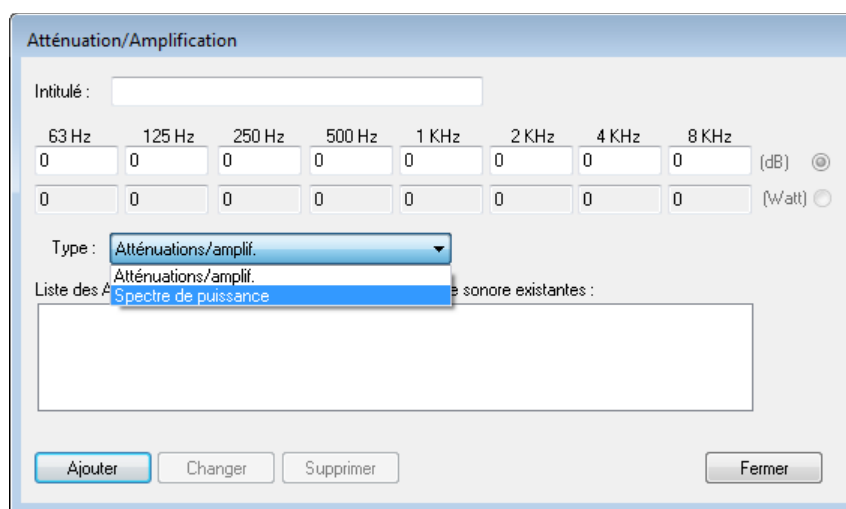

figure 27
- Via l'un de ces accès, la fenêtre suivante ( figure 27) apparaît :